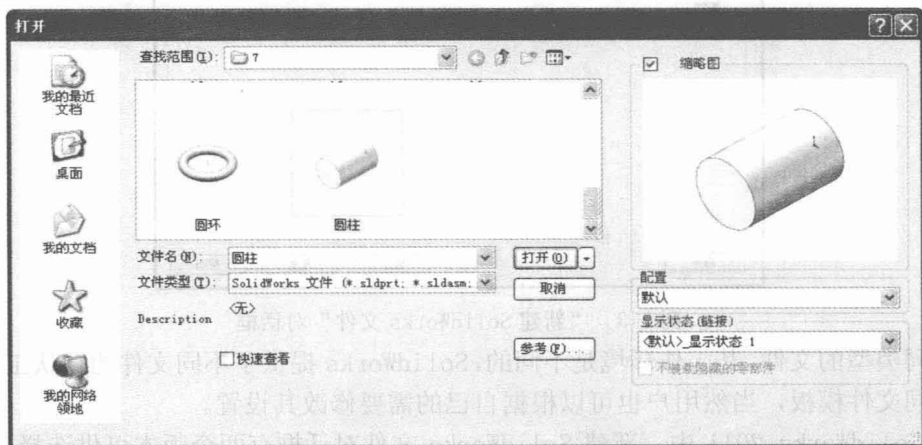

图 1-5 “打开”对话框
(1) 执行命令。执行“文件”→“打开”菜单命令, 或者单击“打开”图标按钮, 执行打开文件命令。
(2) 选择文件类型。此时系统弹出如图 1-5 所示的“打开”对话框。在对话框中的“文件类型”下拉菜单用于选择文件的类型, 选择不同的文件类型, 则在对话框中会显示文件夹中对应文件类型的文件。选择“缩略图”选项, 选择的文件就会显示在对话框中“缩略图”窗口中, 但是并不打开该文件。